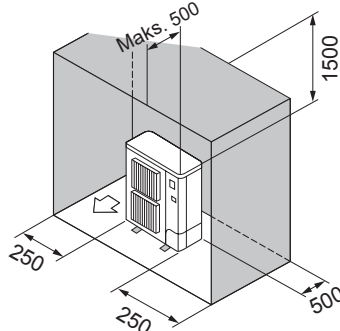

Fig. 2-12
- ⑥ Yalnızca arkadaki, yandaki ve üstteki engeller (Fig. 2-12)